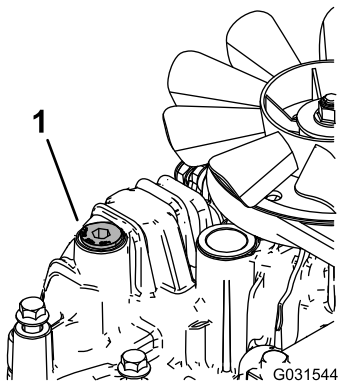

Figura 77
11. Afloje el tapón de ventilación de cada transmisión hasta que esté suelto y se mueva de un lado a otro (Figura 77).